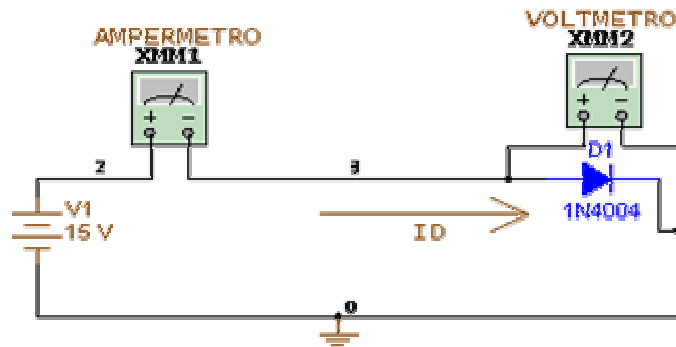

Figura 2.
- a) Arme el circuito que se muestra en la figura 2, utilizando un diodo de Silicio, Verificando que los instrumentos se conecten en la polaridad indicada.